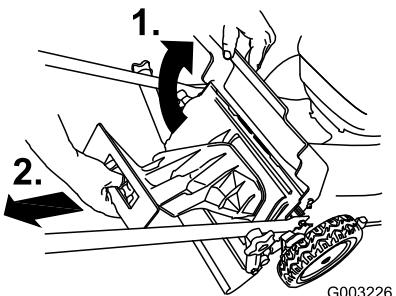

Bild 22
1. Heben Sie die hintere Klappe an und halten Sie sie hoch (Bild 22).
2. Nehmen Sie die Heckauswurkklappe ab (Bild 22).